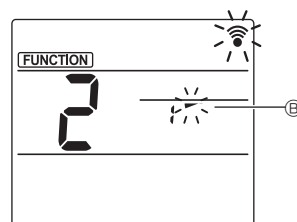

Fig. 3
- ③ Luftklappenwinkel einstellen (Fig. 3) Drücken Sie die Tasten [↓] zum Auswählen des Luftklappenwinkels ③. Zeigen Sie mit der drahtlosen Fernbedienung auf den Empfänger am Innengerät und drücken Sie die Taste [SET].